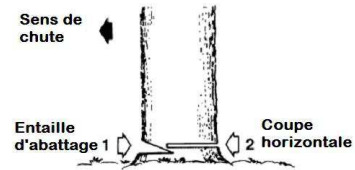

Fig.13
3. Du côté où l'arbre doit tomber, pratiquer une entaille d'abattage d'une profondeur du tiers du diamètre de l'arbre (Fig.13).
4. Faire ensuite une coupe horizontale de l'autre côté, légèrement plus haut que le fond de l'entaille d'abattage (Fig.13).